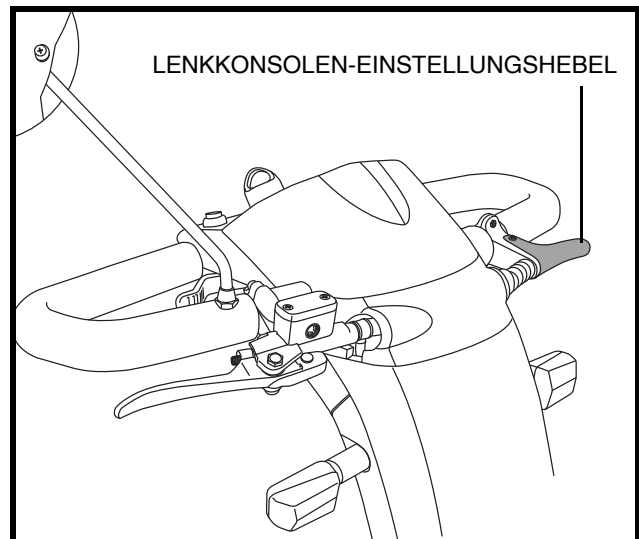

Abb. 15. Einstellung des Lenkers
1. Drücken Sie den Lenkereinstellungshebel. Siehe Abb. 15.